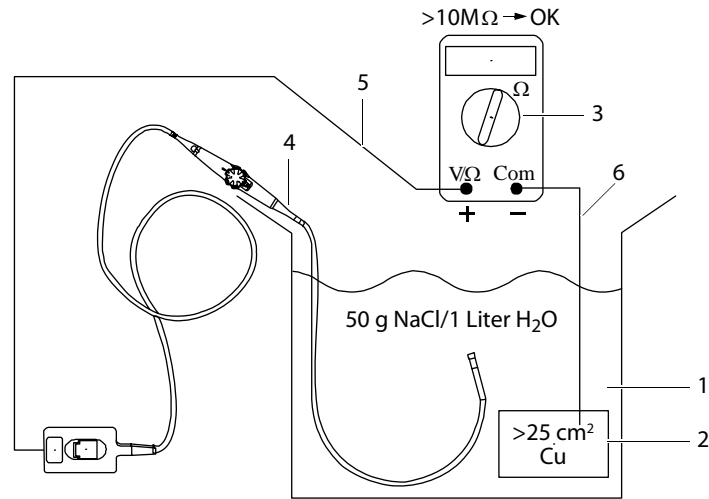

Abbildung 2 Geräte zur Ermittlung von Bisslöchern im Schaft des Endoskops
Bisslöcher und andere Schäden an der Oberfläche des Endoskops können alternativ zum Ableitstromtest durch einen einfacheren Test ermittelt werden, für den kein Zugang zum Ultraschallsystem benötigt wird. Die Verfahrensschritte werden nachstehend angegeben. Ziel des Tests ist es, Bisslöcher zu ermitteln. Er ist sicher und leicht durchzuführen, jedoch kein wie in EN 60601-1 beschriebener Isolier- oder Ableitstromtest. Die Testgeräte werden in Abbildung 2 dargestellt.
- 2 Die Pole des Multimeters anschließen. Siehe Abbildung 2.